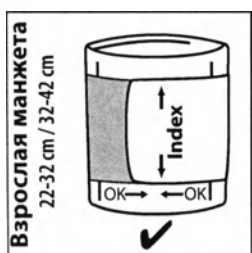

Рис. 7
6. Манжета пригодна для использования, если при затягивании на руке отметка <<index>> попадает в диапазон <<ok range>>, отмеченный двумя стрелками (Рис. 7).